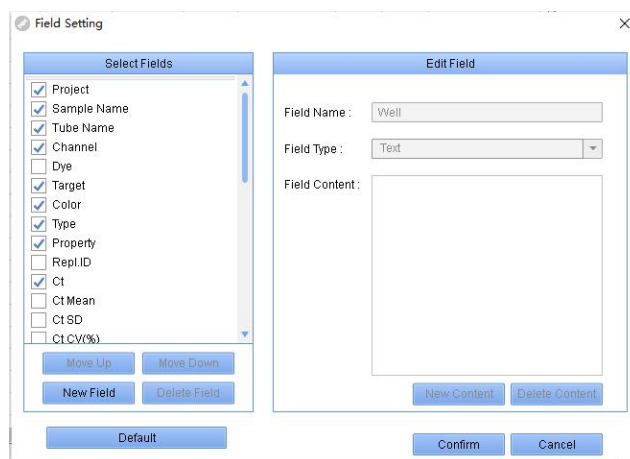

Fig 4-6
- **Ascunderea/Afișarea coloanelor din tabel:**Faceți clic pe **Masă** meniu pentru a deschide **Setări de câmp** caseta de dialog (Fig 4-6). Dacă doriți să afișați o coloană, bifați câmpul; pentru a ascunde o coloană, debifați acest câmp.